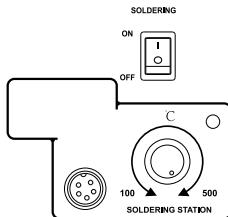

图8
2. 打开主机后面的总开关，温度显示 闪烁为待机状态。再打开焊台开关，调节温度旋钮设置所需的温度焊台（如图8所示）发热体开始正常加热，焊台工作指示灯亮起，升温时为常亮，恒温时快速闪烁，降温时熄灭。当焊台工作指示灯闪烁进入恒温状态后，即可正常工作。